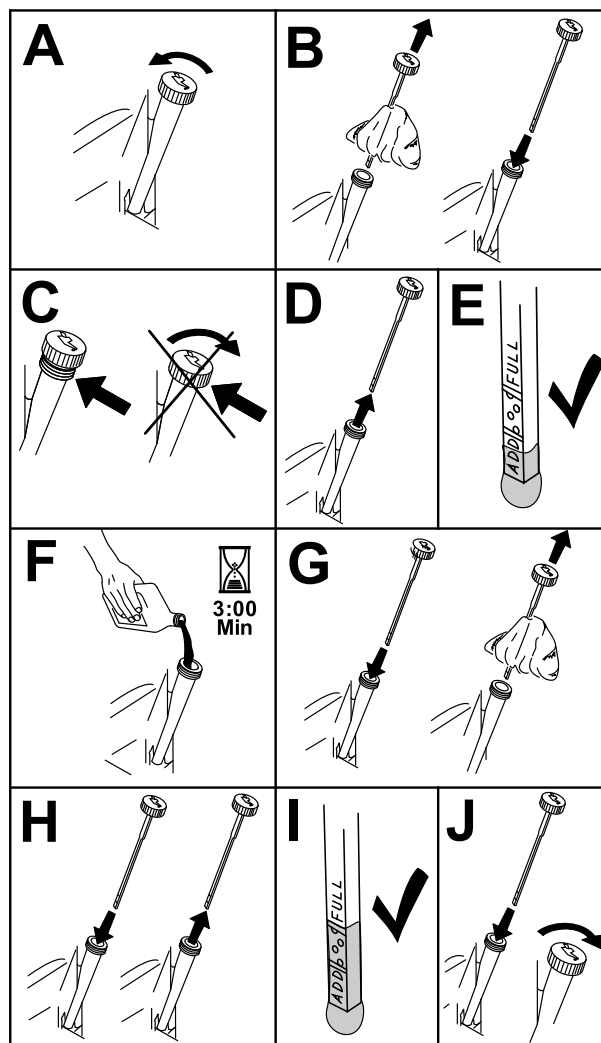

Figura 51
3. Para que no entre suciedad, recortes de hierba, etc., en el motor, limpie la zona alrededor del tapón de llenado/varilla de aceite antes de retirarlo (Figura 51).